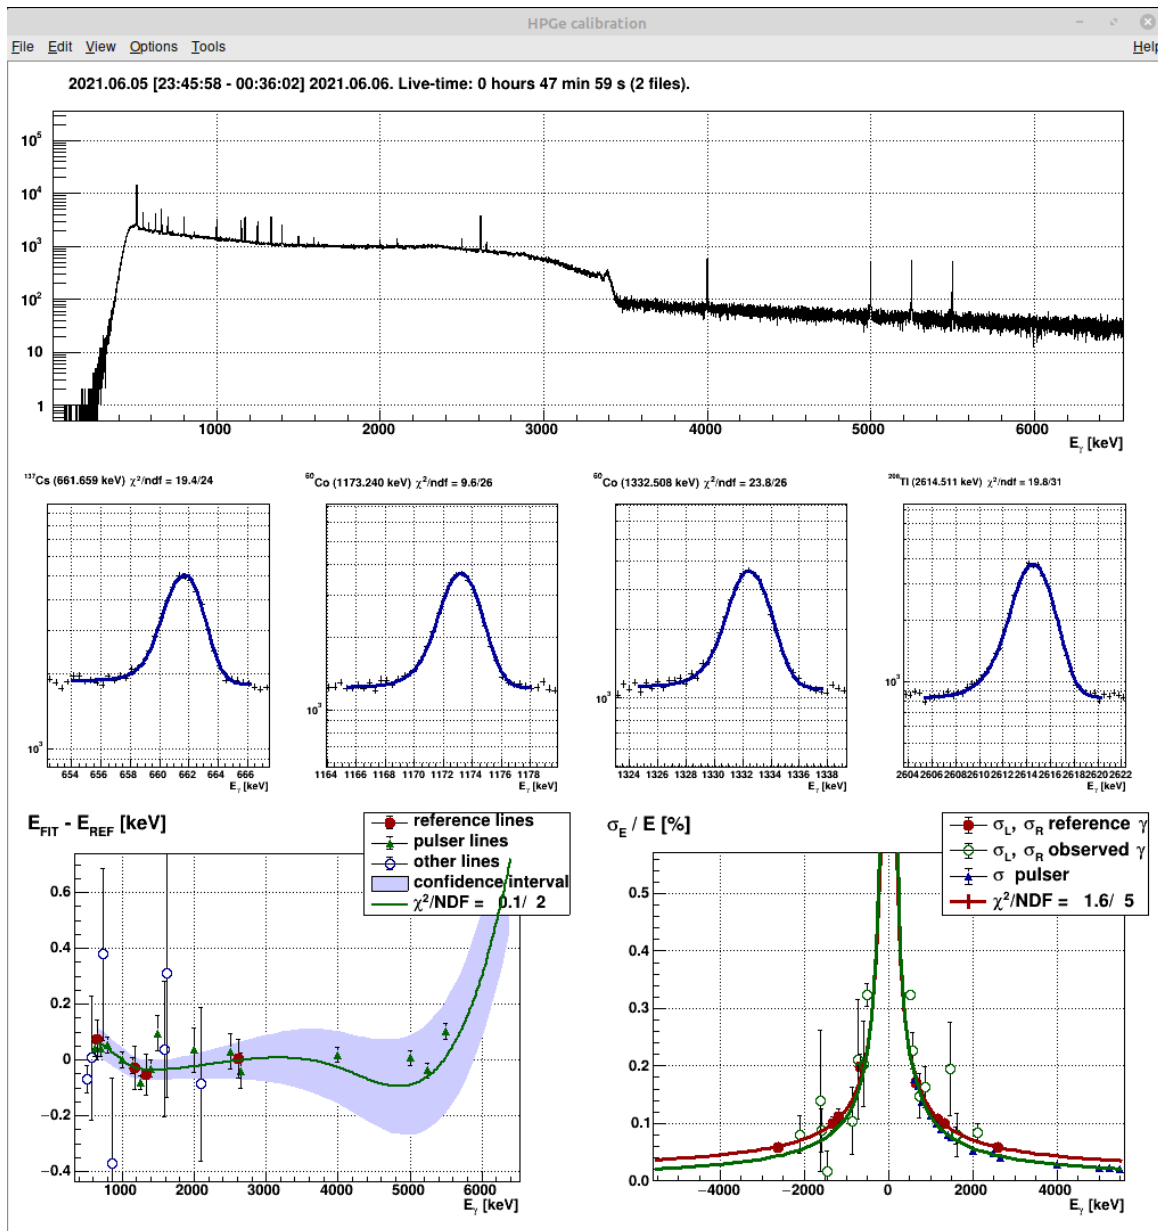

Рис. 2.14. Результат калибровки энергетической шкалы.
В онлайн режиме во вкладке «Калибровка шкалы» нужно набрать команду `hpge.py`. Программа производит калибровку шкалы по последнему записанному файлу и ждёт появления следующего файла. Результаты калибровки выводятся в виде текстовой таблицы в терминале, в виде графиков в графическом окне (как на Рис. 2.14) и записываются в файл `scale.pickle` (имя файла прописано в разделе `[scale]` конфигурационного файла `online.cfg`).
В стационарном режиме МЭП работает так: фотоны из лазерного луча рассеиваются на электронном пучке ВЭПП-2000, в результате чего в энергетическом спектре, измеряемом HPGe детектором, наблюдается «край комптоновского спектра». Энергия этого края определяется формулой (1) и его видно в спектре «невооружённым глазом» (как на Рис. 2.14 около энергии 3200 кэВ). Ожидаемая энергия края для текущей энергии электронного пучка выводится в окне монитора состояния комплекса (Рис. 2.1). Если идёт эксперимент, в коллайдере есть электронный пучок, лазер включен и при этом лазерный луч попадает в электронный пучок, край спектра должен быть виден и в процессе набора спектра, то есть в окне программы набора данных (Рис. 2.6).